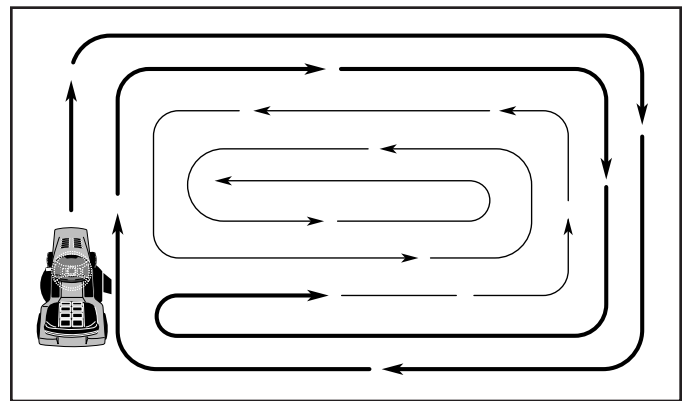

Fig. 13
- Al segar las área grandes, empiece girando a la derecha de modo que los recortes se descarguen, alejándose de los arbustos, cercos, entradas de automóviles, etc. Después de una o dos vueltas, siegue en la dirección opuesta, haciendo virajes a la izquierda, hasta que termine (Vea Fig 13).